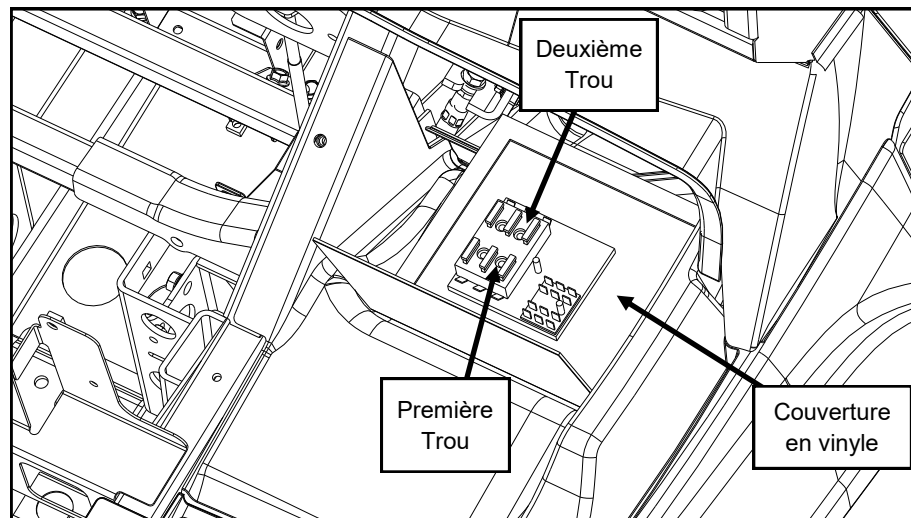

Fig. 1
1. Ouvrez le capot et positionnez le couvercle en vinyle et le bloc de fusibles comme indiqué dans la figure 1. Le pli dans le vinyle doit être vers l'avant du véhicule et centré sur la roue en plastique bien. Les trous dans le vinyle doivent s'aligner avec les trous dans le bloc de fusible.